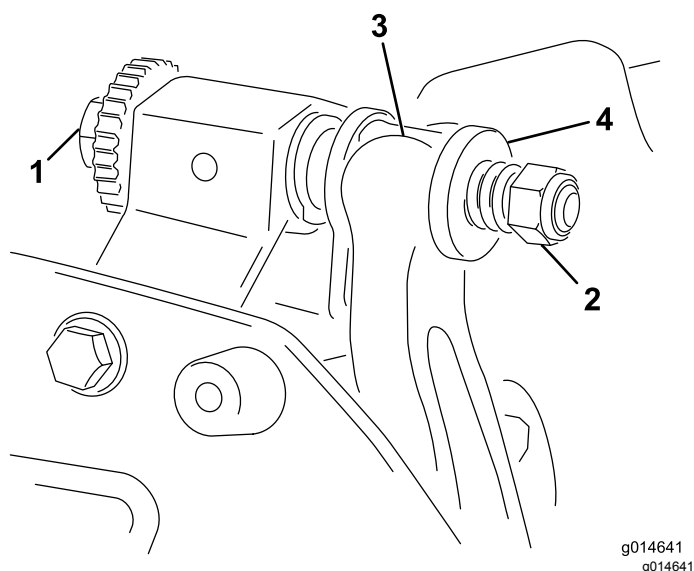

Figura 19
1. Gire el tornillo de ajuste de la barra de asiento en el sentido contrario a las agujas del reloj para alejar la contracuchilla del molinete (Figura 19).
2. Afloje la tuerca de tensado del muelle hasta que el muelle deje de presionar la arandela contra la barra de asiento (Figura 19).